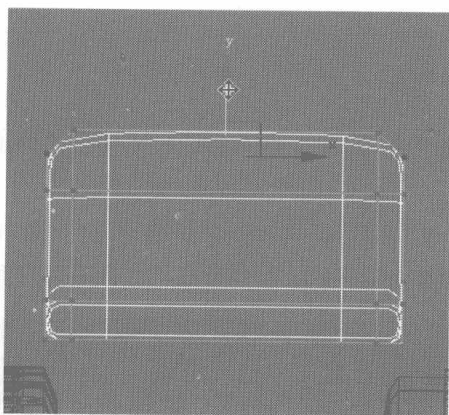

图 6.495
- 06 切换为节点编辑，在 Front 视图中调整 Box 上的节点，效果如图 6.495 所示。